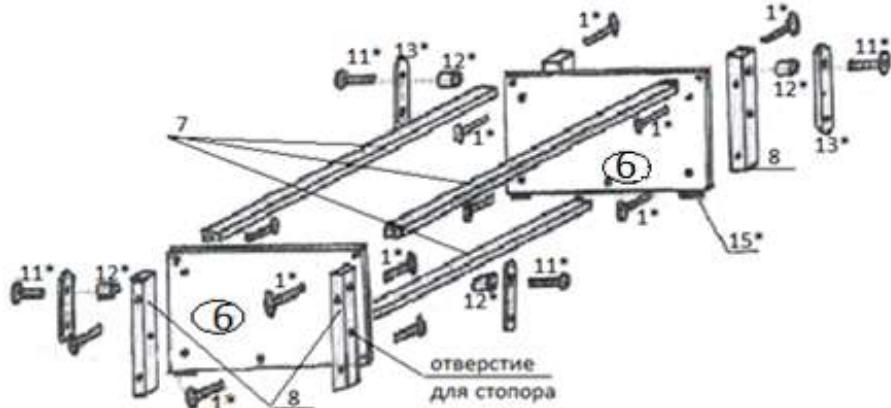

Рис.1
1. Соберите опору маятника согласно **Рис.1,2** Опорные бруски (8) прикрутите к опоре основания (6) после сборки каркаса конструкции евровинтами (1*) направленными с внутренней стороны опоры,при этом головки установленных в опорных брусках (8) втулок-гаек (10*) должны быть направлены наружу конструкции.
3. Вставьте мебельные винты(11*) в отверстия рычагов маятника (13*) со стороны запрессовки подшипников, наденьте на них пластмассовые втулки(12*), вкрутите винты (11*) во втулки-гайки (10*) в опоре маятника. Установите собранную кроватку на пол над опорой маятника. Вкрутите мебельные винты(11*) во втулки-гайки (10*) расположенные в ножках спинки кроватки (1).